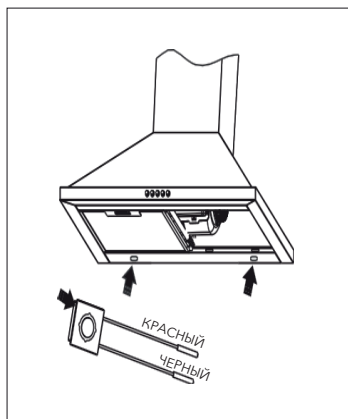

Рисунок 9
- Нерабочая светодиодная лампа демонтируется с места, как показано на рисунке. (Смотрите Рисунок 9)